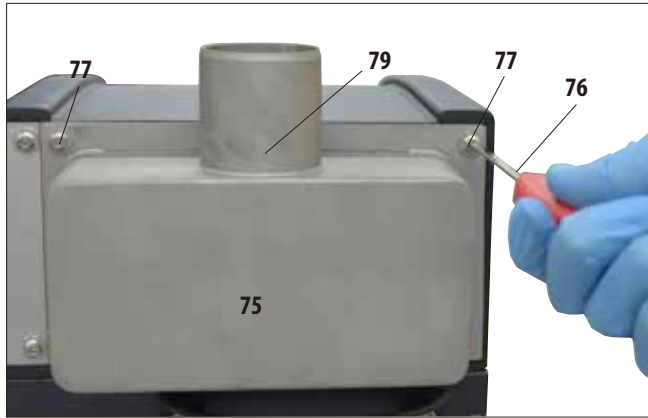
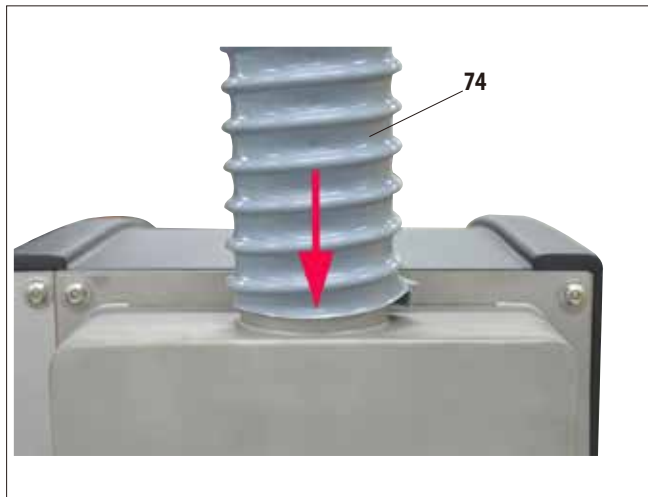

Fig. 23
Fig. 24
- Ahora introducir un extremo del tubo de extracción de gases (74) en el tubo orientado hacia arriba (79, fig. 23) del acoplador y empujarlo hacia abajo hasta el tope (fig. 24).